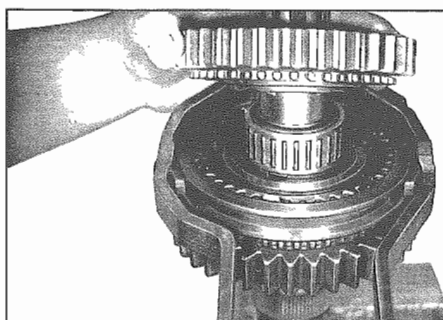

Fig. 28 - Ingranaggio della retromarcia
- Montare la gabbia a rullini (414) e l'ingranaggio della retromarcia (428) con la dentatura di accoppiamento rivolta verso il basso (Fig. 28).
- Attach needle cage (414) and gear wheel reverse speed (428) with clutch teeth facing downwards (Fig. 28).